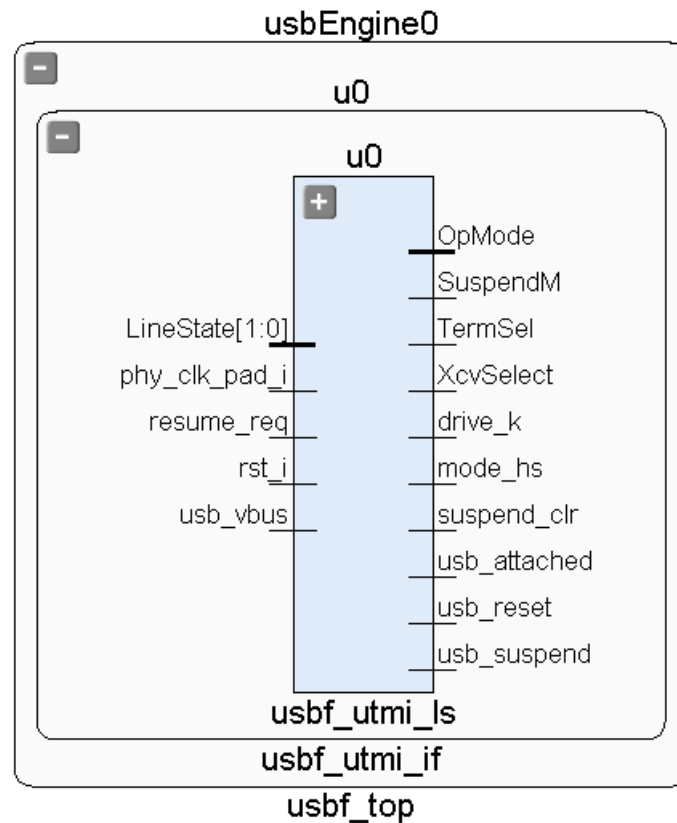

図 4-49 : [Schematic] ビューでの階層表示
[Schematic] ビューには、選択したロジックのインスタンスまたはネットが表示されます。インスタンスを 1 つのみ選択している場合は、165 ページの図 4-49 に示すように、そのモジュールの回路図シンボルが表示されます。
- [Expand all logic inside selected instance] : シンボル ビューからロジック ビューに階層モジュールを展開します。階層モジュールは、図 4-49 のような回路図シンボルの + アイコンをクリックしても直接展開できます。
- [Collapse all logic inside selected instance] : ロジック ビューから階層ビューに階層モジュールの展開を閉じます。展開した階層ブロックは、図 4-49 のような回路図シンボルの - アイコンをクリックしても直接展開を閉じることができます。
- [Toggle autohide pins for selected instance] : 階層モジュールのピン表示を切り替えます。[Schematic] ビューでは、図 4-49 に示すように、上位階層はピンなしで、同心の長方形として表示されます。ほとんどの場合、ピンがないことで [Schematic] ビューが見やすくはなりますが、選択したインスタンスのピンは必要に応じて表示できます。